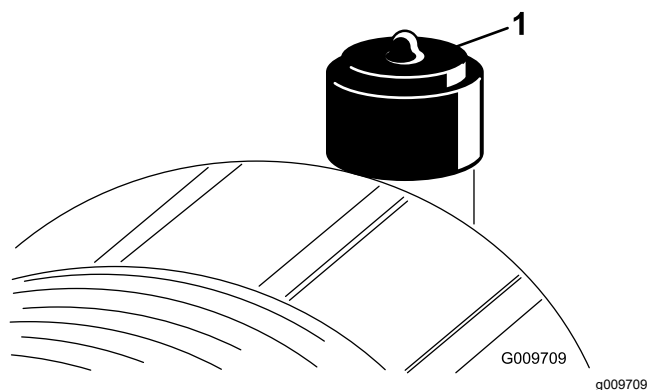

Figure 55
Faites l'entretien du filtre à air uniquement quand l'indicateur de colmatage (Figure 55) indique que cela est nécessaire. Changer le filtre à air prématurément ne fait qu'accroître le risque de contamination du moteur par des impuretés quand l'élément filtrant est déposé.
2. Réarmez l'indicateur de colmatage (Figure 55) s'il est rouge.